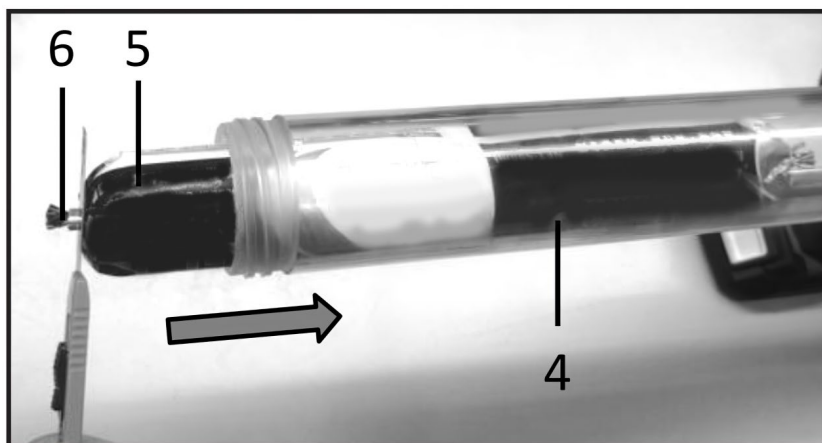

Рисунок 13. Встановлення плівкового пакета з герметиком.
3. Вставити плівковий пакет із герметиком (5, рис. 13) в корпус та відрізати зовнішній кінчик плівкового пакета (6, рис. 13).